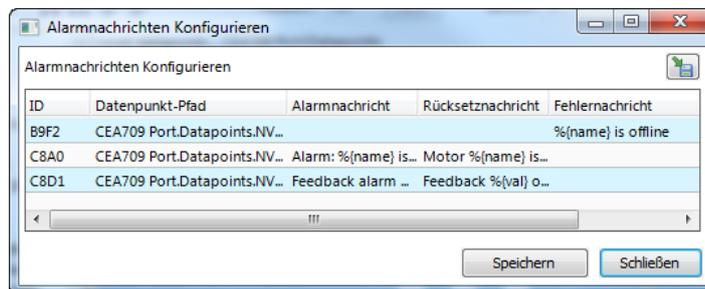

Abbildung 33: Tabellenansicht für das Multi-Edit von Alarmmeldungen.
- **Alarmnachrichten konfigurieren:** Benutzen Sie diese Option vom Kontextmenü, um Alarmnachrichten (Alarm-, Rücksetz-, Fehlernachricht) einer Mehrfachauswahl von Datenpunkten zu editieren. Ein Dialog mit einer Tabellenansicht erscheint wie in Abbildung 33 gezeigt. Editieren Sie die Nachrichten direkt in der Tabelle. Als Alternative klicken Sie auf den Export-Knopf , um die Tabelle in eine CSV-Datei für das Weiterverarbeiten in Excel zu exportieren. Importieren sie eine CSV-Datei mit Alarmnachrichten im Menü **Werkzeuge** → **Alarmnachrichten importieren**.